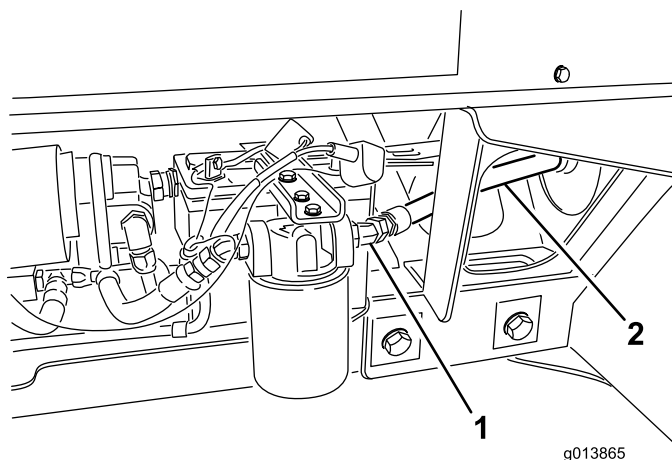

Figura 11
36. Collegate il flessibile idraulico n. 3 all'uscita del filtro (Figura 11).